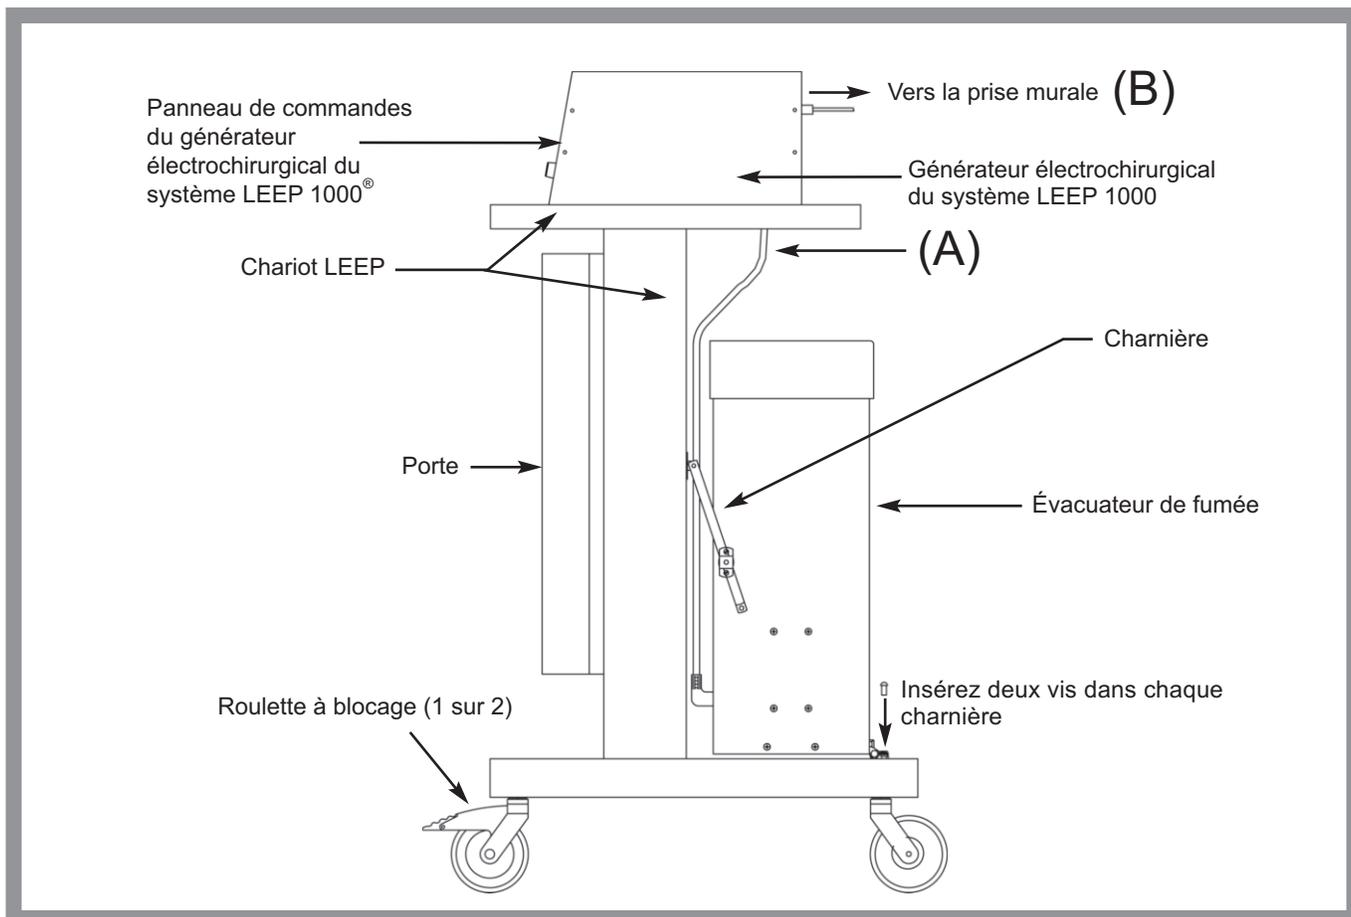

Figure 1
3. Enlevez les vis sur les côtés de l'évacuateur de fumée, puis attachez le crochet de la charnière à l'évacuateur de fumée. Reportez-vous à la Figure 1.
Après avoir déballé le générateur électrochirurgical, alignez les chevilles au bas du générateur électrochirurgical sur les trous correspondants, sur le haut du chariot. Voir la Figure 1.
1. Branchez le câble partant du générateur électrochirurgical à la prise à l'arrière de l'évacuateur de fumée [(A), Figure 1].
2. **Assurez-vous que les commutateurs Marche/Arrêt situés sur le panneau du générateur électrochirurgical soient sur la position d'arrêt (O).**
Reportez-vous à **1** et **12**, Figure 2. Branchez ensuite le câble d'alimentation à la prise à l'arrière du générateur électrochirurgical puis à une prise murale reliée à la masse de type hospitalier afin d'alimenter le générateur [(B), Figure 1].